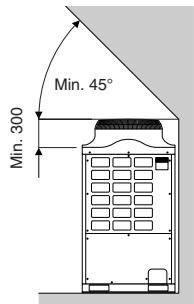

Fig. 2-4
(2) Obstakels aan de bovenkant (Fig. 2-4)